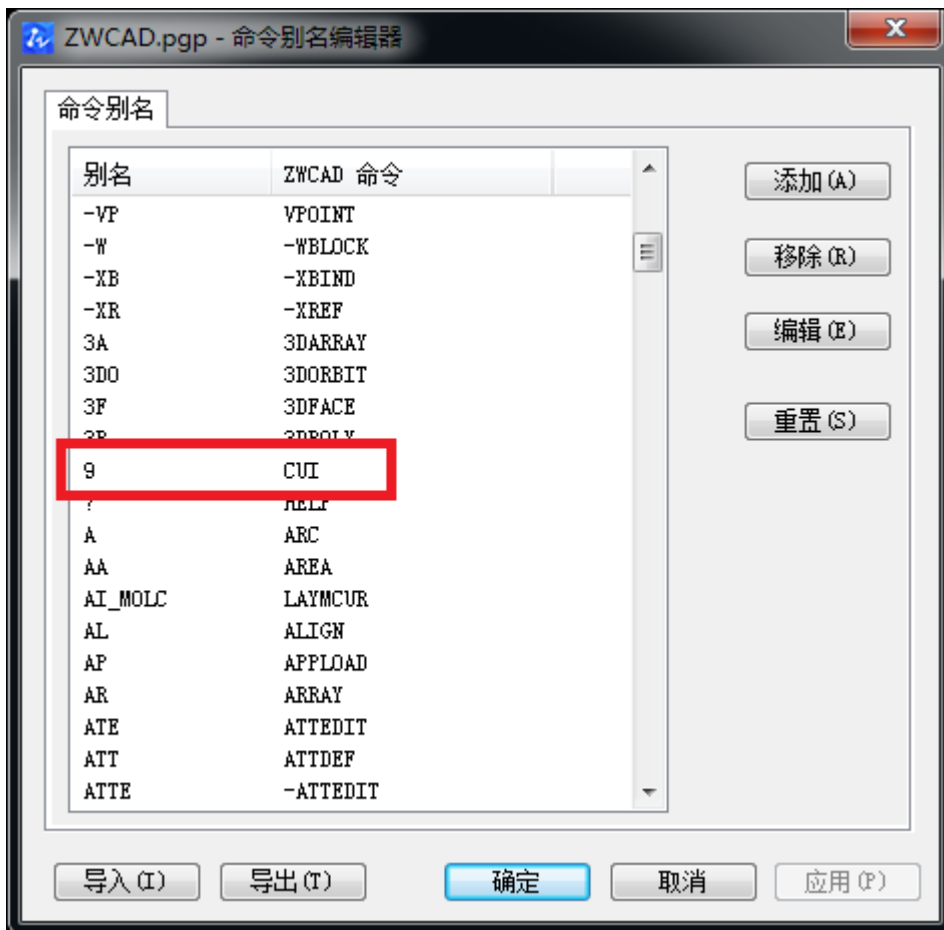

图 2-36 新增命令别名
- d) 点击【确定】按钮，在“命令别名”列表中就会出现新增的别名，如图 2-36 所示。再点击【确定】按钮回到绘图区域，即可在命令栏中输入“9”，启动 CUI 命令。